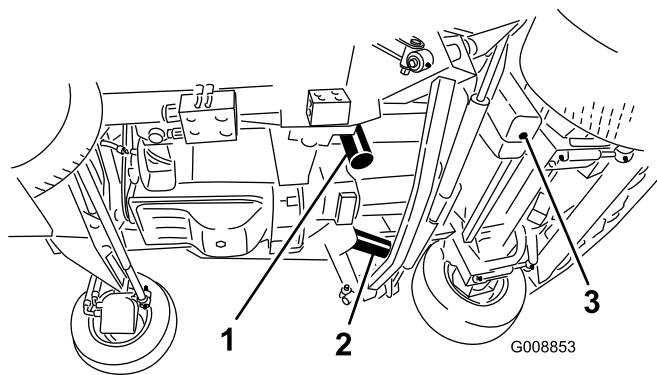

Рисунок 89
3. Снимите пробку сливного отверстия (Рисунок 89) с нижней стороны бака и дайте гидравлической жидкости стечь в сливной поддон. Когда гидравлическая жидкость перестанет вытекать, установите на место сливную пробку.
4. Очистите область вокруг места крепления фильтра. Поместите сливной поддон под фильтр, а затем снимите фильтр (Рисунок 89).